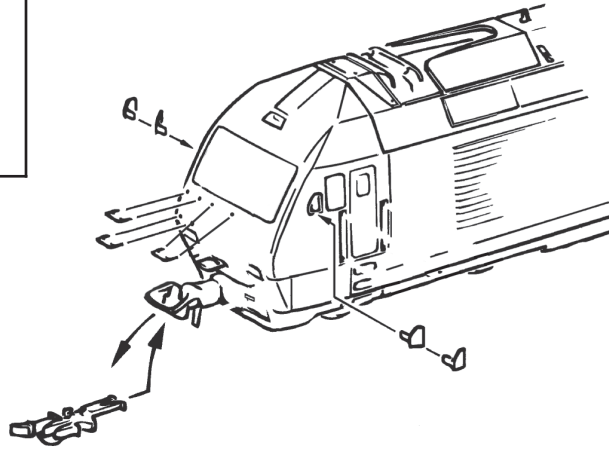

Fig. 4
Mehrzugbetrieb: Zuerst Lokgehäuse abnehmen (Fig. 4). Danach den Brückenstecker aus der Schnittstelle entfernen (diesen sorgsam aufbewahren). Danach den Stecker des Decoders lagegerecht einsetzen (Fig. 7).
2. Schmierung: Versehen Sie die im Schmierplan in Fig. 5 gekennzeichneten Stellen mit nur **kleinen Öltropfen**. Dazu zuerst das Lokgehäuse abnehmen (Fig. 4). Wir empfehlen den ROCO **Öler Art.-Nr. 10906**. Fürs Schmieren der Getriebeteile (Zahnräder, Schnecke) empfehlen wir das **ROCO-Spezialfett Art.-Nr. 10905**. Im Falle der Schmierung diese Teile **nicht ölen**.
4. Kohlebürstenwechsel: Lokgehäuse abnehmen (Fig. 4). Danach wird der Motor ausgebaut und die Kohlebürsten ausgewechselt (Fig. 9).
2. Lubrication: Apply **tiny oil drops** to spots marked in fig. 5. Prior to lubrication dismantle locomotive (fig. 4). We recommend using item no. **10906, ROCO oiler**. For lubrication the gearparts (e.g. cogwheels, worm) we would recommend our ROCO **special grease** (item no. **10905**).
4. Carbon Brush Changing: First remove loco body (fig. 4), and then the motor (fig. 9).
2. Graissage: N'appliquez **qu'une tout petite goutte** aux endroits indiqués par le plan de graissage (fig. 5) après avoir démonté la caisse de la locomotive (fig. 4). Nous vous recommandons **le graisseur à huile ROCO réf. 10906**. Pour graisser les engrenages (roues dentées, vis sans fin) nous vous conseillons la **graisse spéciale ROCO réf. 10905** pour engrenages en matières synthétiques. Lorsque vous utilisez cette graisse il faut éviter d'huiler ces composants.
4. Remplacement des balais du moteur: Démontez la caisse (fig. 4). Démontez ensuite le moteur et échangez le balais (fig. 9).